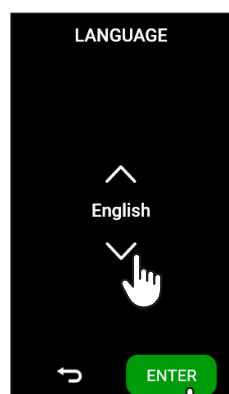

fig.2
Hvis støttefladen ikke er helt plan, juster de forreste fødder ved at hæve eller sænke dem for at opnå en lille hældning, som vist i figuren (fig.2).
- Indstil det ønskede sprog, og tryk på ENTER (fig. 2);